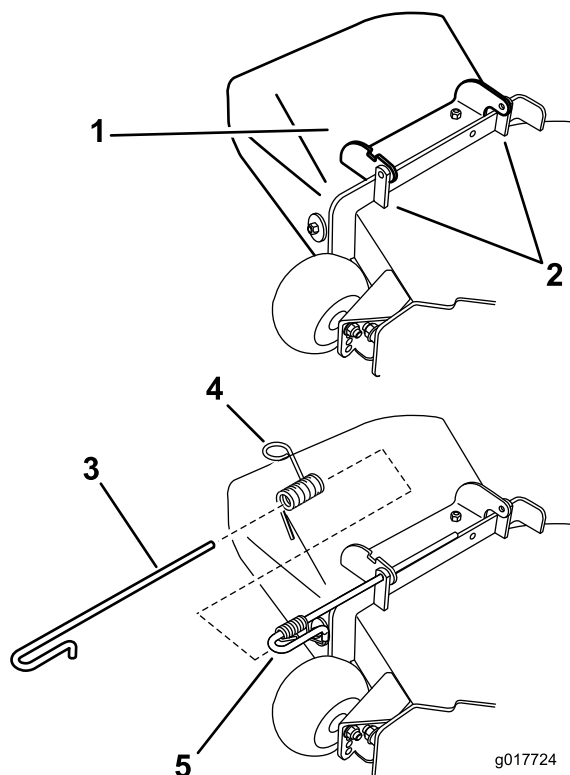

Figura 76
1. Desengate a mola da ranhura no suporte do deflector e deslize a barra para fora dos suportes soldados da plataforma, mola e deflector de descarga (Figura 76). Retire o deflector de relva danificado ou gasto.
2. Posicione o novo deflector de descarga com as extremidades do suporte entre os postes soldados na plataforma como se mostra em Figura 76.